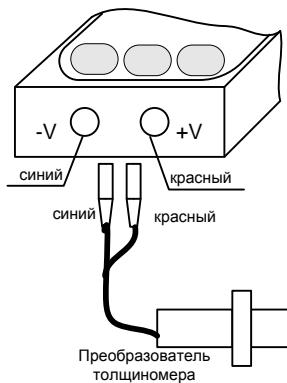

Рис. 16
14.2.2. Подключить преобразователь толщинометра к электронному блоку (рис. 16)